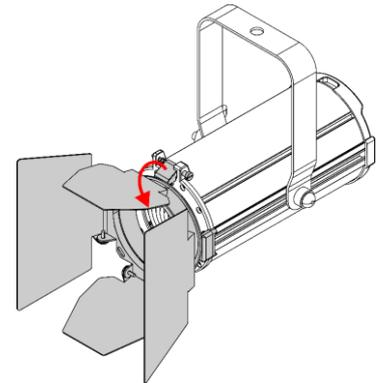

Abb. 09
- 03) Ziehen Sie die **Farbrahmenklammer (02)** nach unten, um die **federbelastete Schraube (01)** zu lösen (siehe Abb. 09). Die Barndoor wird dadurch fixiert.